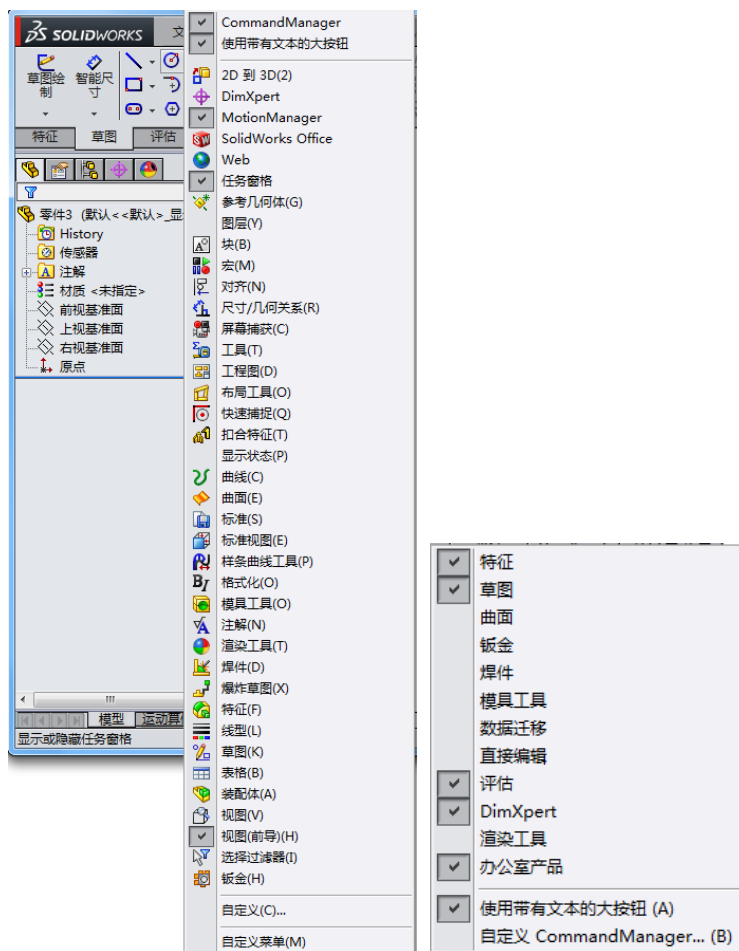

图 1-20 “工具栏”快捷菜单
(1) 执行命令。在操作界面的工具栏中单击鼠标右键，系统会出现设置工具栏的快捷菜单，如图1-20左图所示。如在工具栏的标签上单击鼠标右键，系统会出现设置工具栏标签的快捷菜单，如图1-20右图所示。